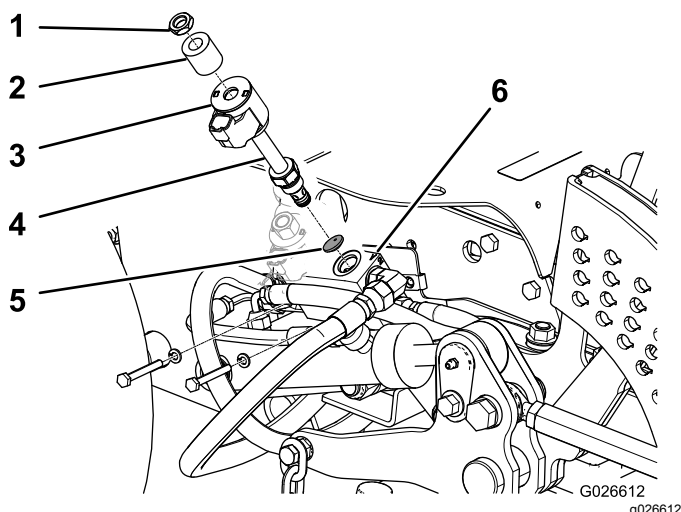

図 10
- 昇降バルブマニホールドから、スペーサ、コイル、ソレノイドバルブを取り外す 図 10。
- マニホールドの開口部分にオリフィスディスクを挿入する。面取りされている側を内側に向けて挿入すること 図 10。
- ソレノイドバルブに、コイル/スペーサアセンブリを取り付ける 図 10。
- I. コイル/スパーサアセンブリをソレノイドバルブにナットで固定し 図 10 ナットを 7N・m 0.7kg.m = 5ft-lb にトルク締めする。